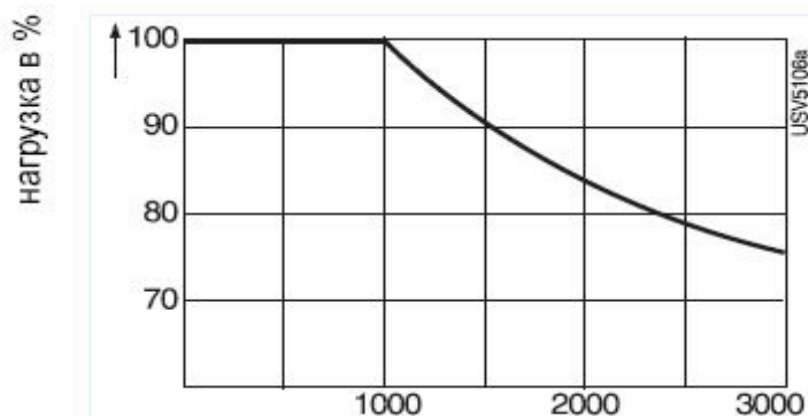

Рис.1 Допустимая нагрузка в зависимости от высоты места эксплуатации ИБП
3. При эксплуатации ИБП на высоте выше 1000 м над уровнем моря нагрузку следует снизить, как указано на Рис. 1. Если окружающая температура не превышает +30°С, то нет необходимости в снижении нагрузки до высоты в 2000 м.